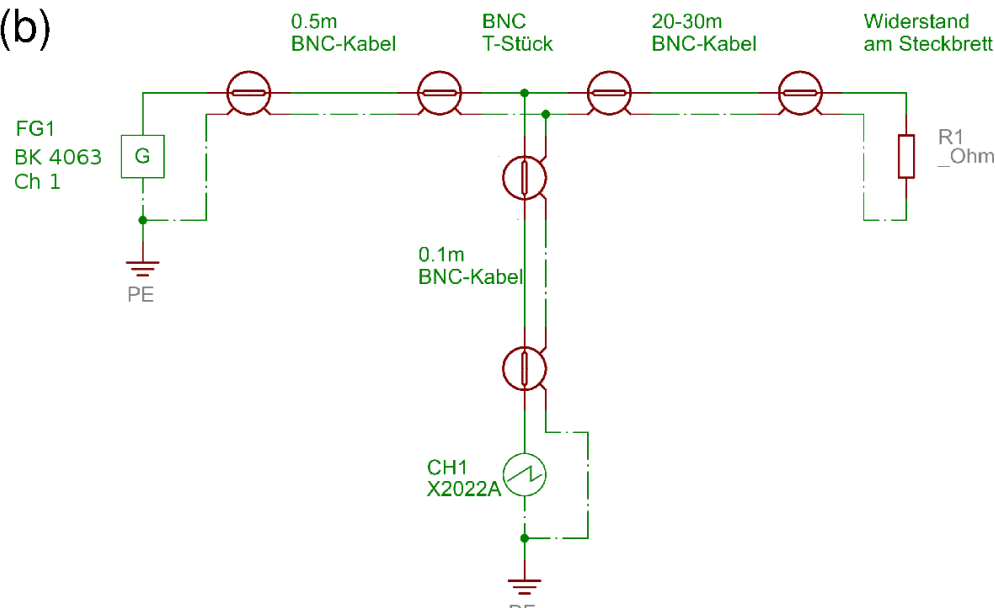

Abbildung 4: Schaltpläne zu den Aufgaben 1 c (a) und 2 (b).
- c) Verringerung des „Innenwiderstandes“ der Signalquelle durch einen parallel geschalteten Widerstand (Abb. 4 a). Verwenden Sie 1µs Pulse als Signal. Messen, Dokumentieren und erklären Sie den zeitlichen Spannungsverlauf am Kabelein- und -ausgang mit den beiden Kanälen des Oszilloskops.
- a) Aufbau gemäß Abb.4 b). Verwenden Sie jeden am Steckbrett vorhandenen Widerstand als Abschlusswiderstand. Erstellen Sie ein Diagramm, in dem der Reflexionskoeffizient ρ über dem Abschlusswiderstand aufgetragen ist (Vorzeichen beachten!). Bestimmen Sie die Kabelimpedanz aus dem Widerstandswert für $\rho=0$ (keine Reflexion) durch lineare Interpolation der Messpunkte.